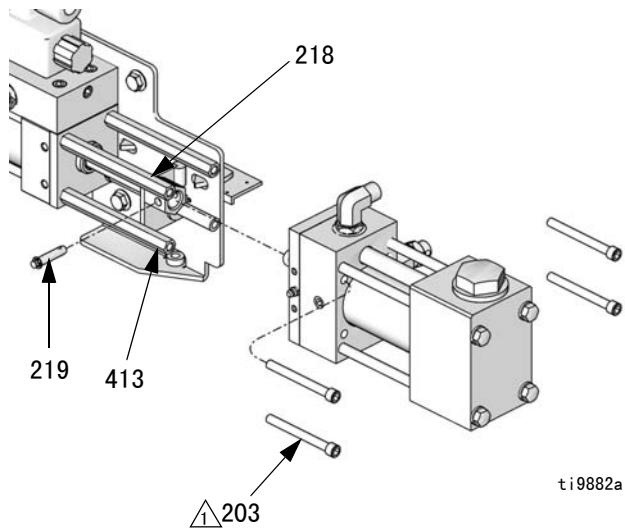

图 2. 配比泵 - B 侧
7. 请参见图 2。断开 B (树脂)侧泵的入口及出口的管路连接。卸下 U 形夹 (218) 上的销针 (219)，以便将泵与液压缸 (201) 的连接断开。卸下将泵固定在缸筒的支撑杆 (413) 上的四个螺钉 (203)。将泵组件放到工作台上。